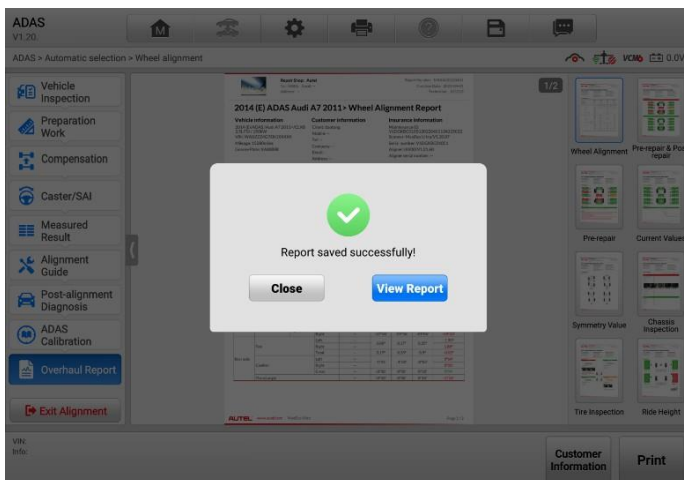

**Abbildung 4-72 Bildschirm "Bericht speichern" 3**
- 1) Tippen Sie auf **Bericht anzeigen** (siehe Abbildung 4-72 Bildschirm Bericht speichern 3), nachdem Sie den Bericht erfolgreich gespeichert haben, oder tippen Sie auf **Bericht** aus **Datenmanager**, um den Bildschirm Berichtsliste